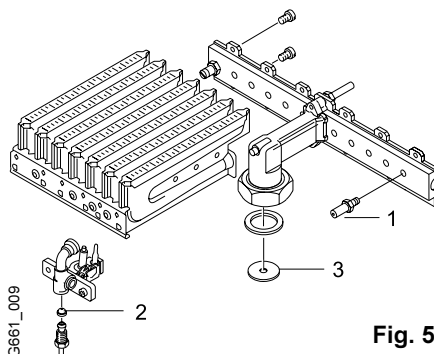

Fig. 5
- Smontare il bruciatore (fig. 5).
- Smontare i gruppi destro e sinistro del bruciatore, rimuovere gli ugelli con altri appropriati al tipo di gas (fig. 5, pos. 1).
- Sostituire l'ugello pilota (fig. 5, pos. 2).
- Sostituire il piattello della valvola (fig. 5, pos. 3).